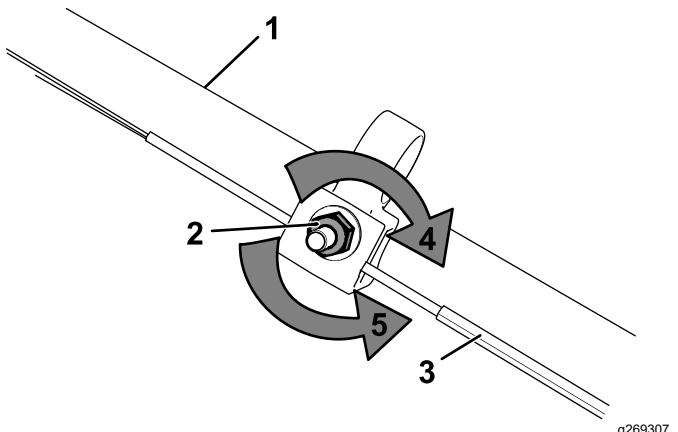

Figura 27
2. Regolate la tensione del cavo (Figura 27) tirandolo indietro o spingendolo in avanti e mantenendo quella posizione.
1. Girate il dado di regolazione in senso antiorario per allentare la regolazione del cavo (Figura 27).